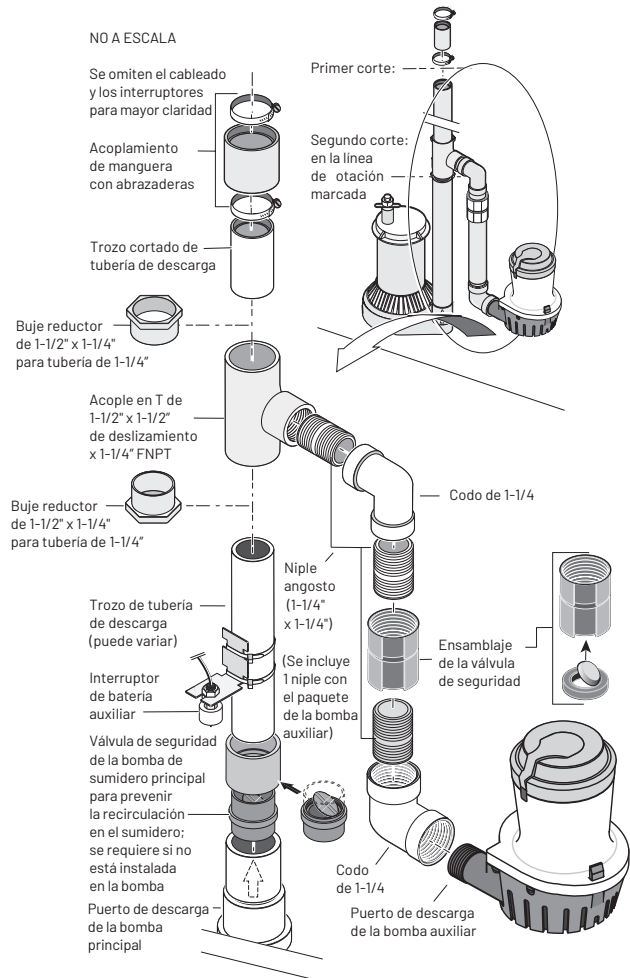

FIGURA 3: INSTALACIÓN DEL MÉTODO A
**NOTA:** Verifique que la válvula de retención esté instalada en la dirección correcta. Vea el esquema del recuadro en la figura 3.